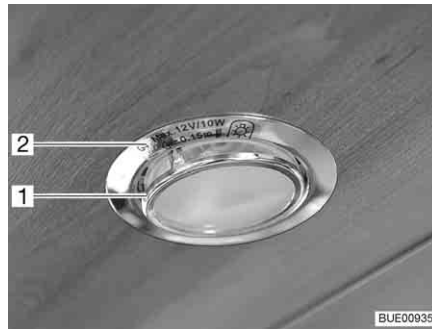

Fig. 299 Lámpara halógena empotrada (plana)
La lámpara halógena empotrada (Fig. 299,2) está hundida en el panel.
- Sacar el anillo de cubierta interior con lámina de vidrio (Fig. 299,1) de la carcasa haciendo palanca con una herramienta apropiada (p. ej. un destornillador).